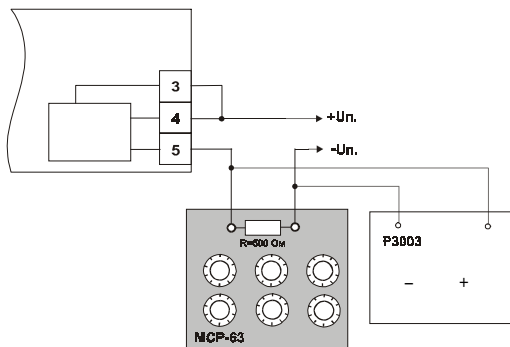

Рис. 8
6.1. Подключить к выходу преобразователя магазин сопротивлений типа МСР-63 или подобный ему с классом точности не хуже 0,05, компаратор напряжений типа Р3003 и источник питания напряжением 24...30 в постоянного тока по схеме, приведенной на рис. 8. Установить на магазине сопротивление величиной 500,00 Ом.